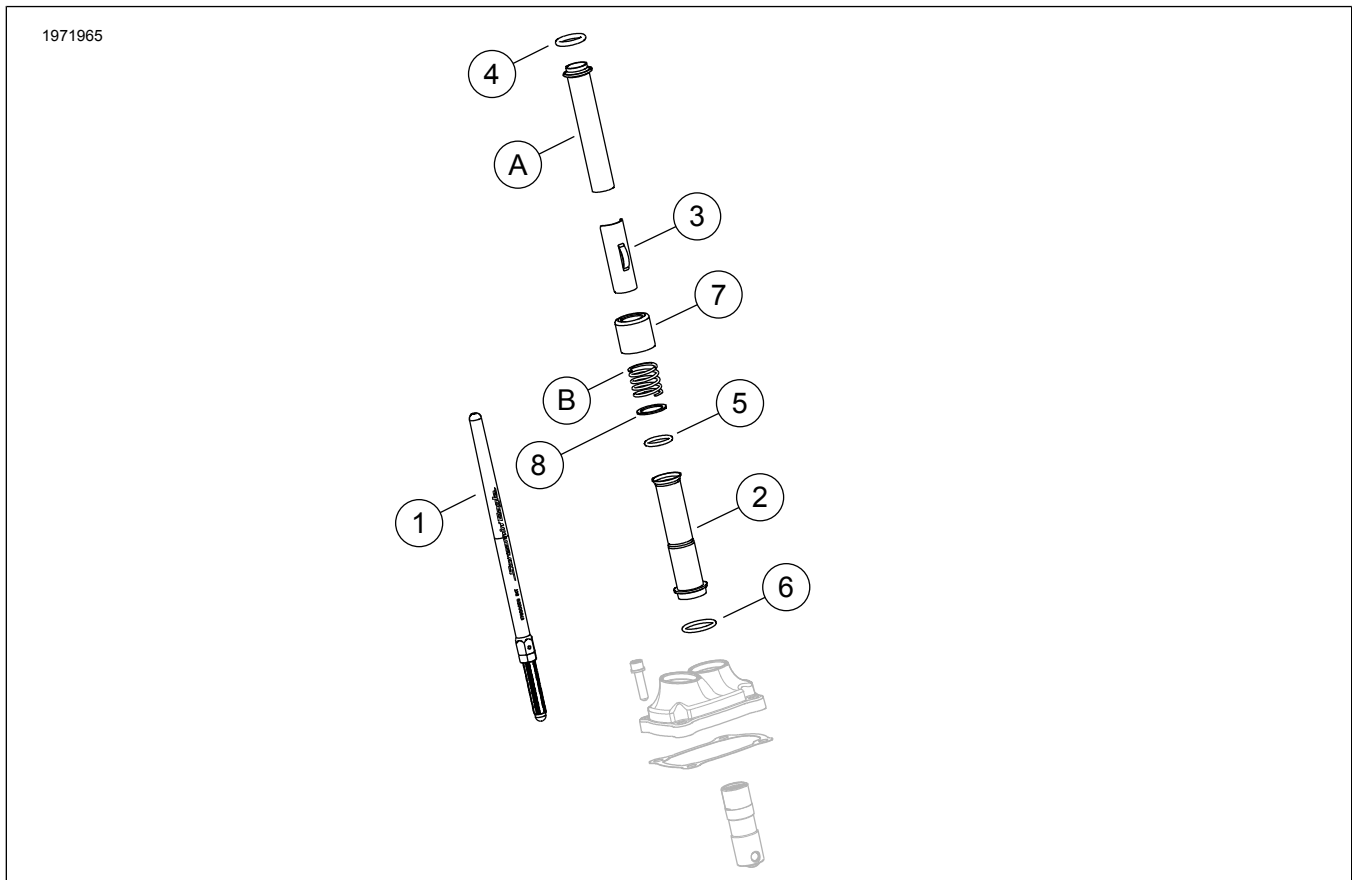

Figura 1. Conținut kit: Kit Screamin' Eagle Milwaukee-eight Etapa 2
1. A se vedea figura 1. Montați pompa de ulei. Consultați manualul de service.